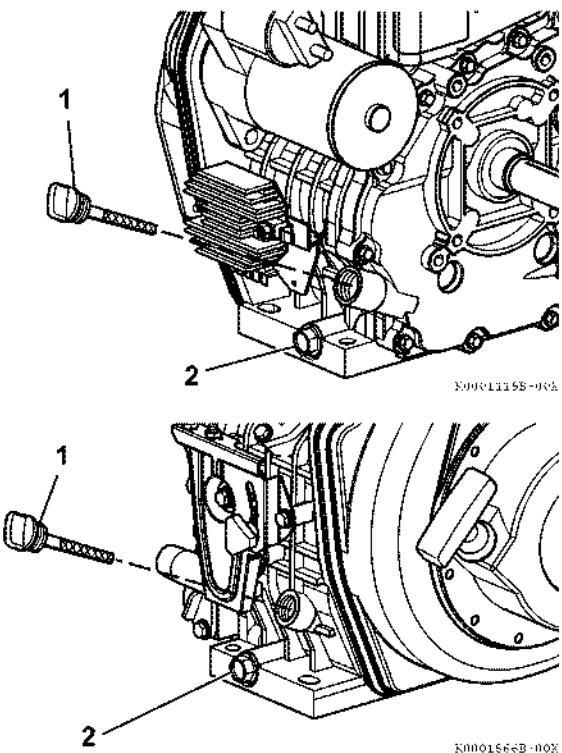

Рис. 65
5. Снимите пробку с одного из сливных отверстий картера, сливные отверстия расположены в нижней части блока цилиндров (Рис. 65, (2)). Слейте масло.
6. Снимите рышку маслозаливной горловины/масляного щупа (Рис. 65, (1)), чтобы масло быстрее стекло.
7. После того как масло слили, установите пробку сливного отверстия на место (Рис. 65, (2)) и затяните с крутящим моментом затяжки (19,6 - 23,5 N·m, 2,0 - 2,4 kgf/m).